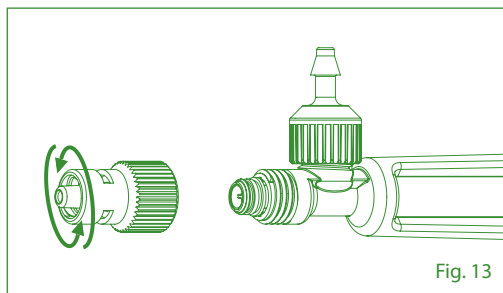

Fig. 13
Assembling (Fig. 13 - 17)
1. Unscrew Luer Lock nozzle (Fig. 13).
1. Schrauben Sie den Luer-Lock-Ansatz ab (Abb. 13).
1. Dévissez l'embout Luer Lock (Fig. 13).